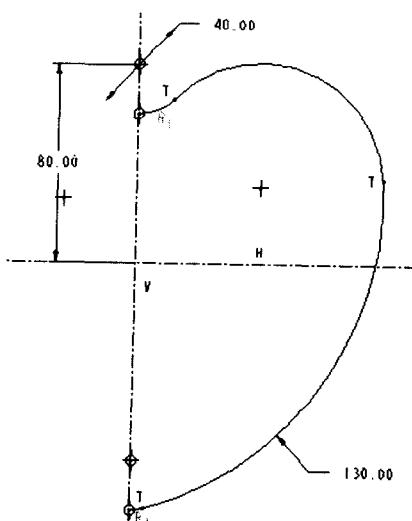

图1-9 修剪后的图形
- (2) 使用 工具剪去多余图线，保留如图 1-9 所示结果。